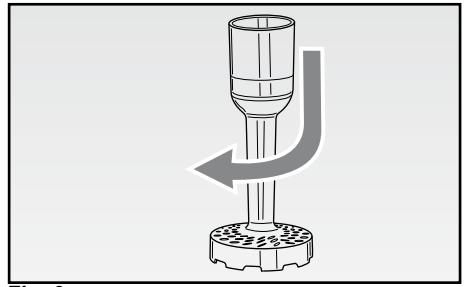

Fig. 3
- Montare l'attacco (I) sullo schiacciapatate (L): accostare le due parti e ruotare l'attacco in senso orario fino ad udire lo scatto di avvenuto bloccaggio (Fig. 3).